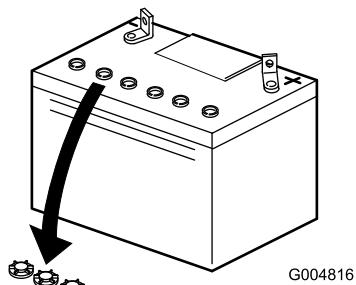

Figure 3
3. Enlevez les bouchons d'aération de la batterie (Figure 3).